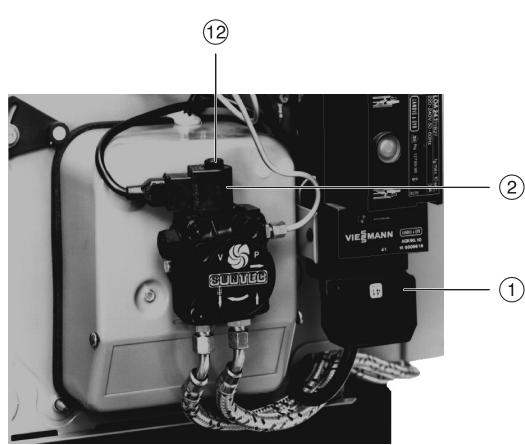

Abb. 15
1. Anschlußsteckverbinder 41(1) von Brenner abziehen (siehe Abb. 15 auf Seite 13).
2. Steckverbinder von Magnetventilspule (2) abziehen.
3. Sicherungsmutter (12) abschrauben, Sicherungsring (14) (falls vorhanden) und Magnetventilspule abnehmen.
4. Befestigungsschrauben (15) der Halteplatte (16) lösen. Halteplatte und Magnetventilkern (13) abziehen.